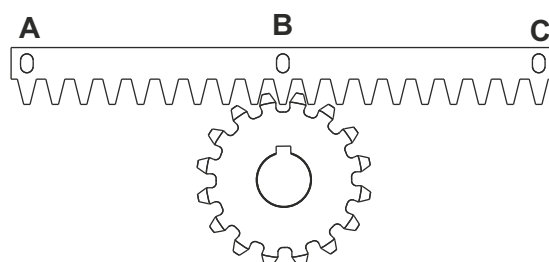
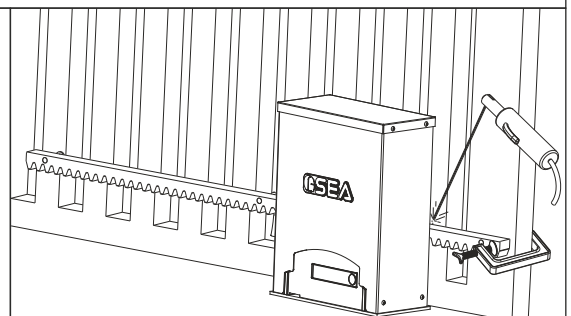

Fig. 9
Fig. 10
5.3. Colocar el elemento de cremallera sobre el piñón dentado del operador, en paralelo a la guía al suelo; posicionarlo como en la Fig. 9 y soldar eléctricamente el trinquete central **B** en la estructura de la cancela (Fig. 10). Mover manualmente la cancela hasta que el trinquete **C** corresponda con el piñón, luego soldar eléctricamente; la misma operación para el trinquete **A** después de haberlo puesto en correspondencia con el piñón;